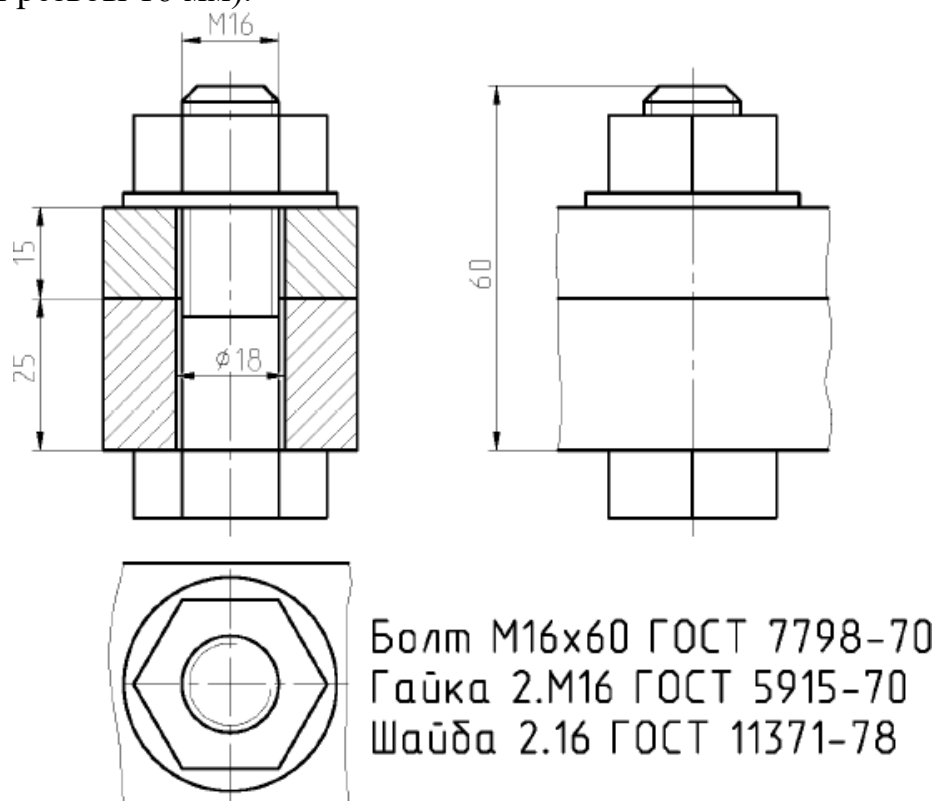

Рис.6. Образец выполнения задания болтового соединения
3. Болтовое соединение вычерчивают с упрощениями: без фасок на гайке, шайбе и головке болта по образцу, приведенному на рис.6.
5. Размеры, проставляемые на чертеже должны соответствовать образцу на рис.6.